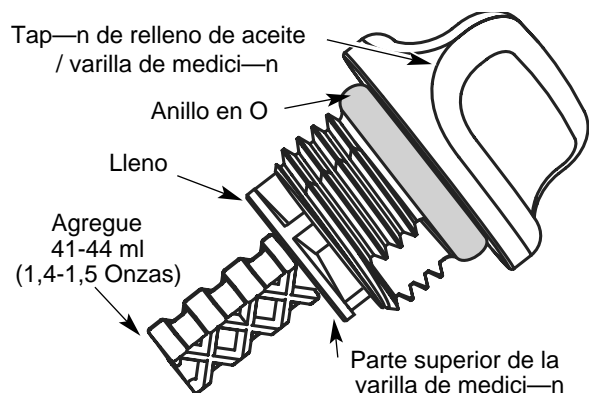

Fig. 52
5. Retire el tap-n de relleno de aceite / varilla de medici-n e inspeccione el nivel del aceite. El aceite debe llegar hasta la parte superior de la varilla de medici-n (Fig. 52).